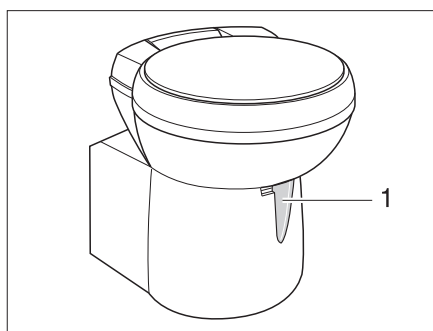

Fig. 254 Taza del inodoro Thetford, basculable
- Antes del lavado, abrir la corredera del inodoro Thetford. Para ello, empujar la palanca de corredera (Fig. 254,1) en sentido contrario a las agujas del reloj.